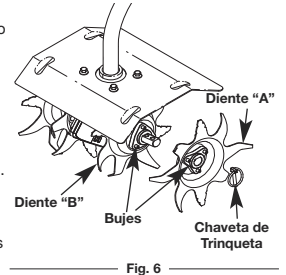

Fig. 6
1. Coloque el control de encendido y apagado en la posición de APAGADO (O) y desconecte el cable de la bujía de encendido.
2. Saque las presillas del pasador de la horquilla y los pasadores de la horquilla (Fig. 6).